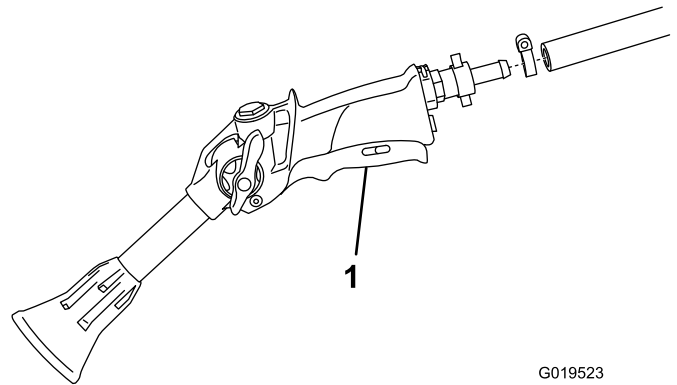

Bild 11
1. Schließen Sie das freie Ende des langen Schlauches am Anschlussstück an der Spritzpistole an (Bild 11).